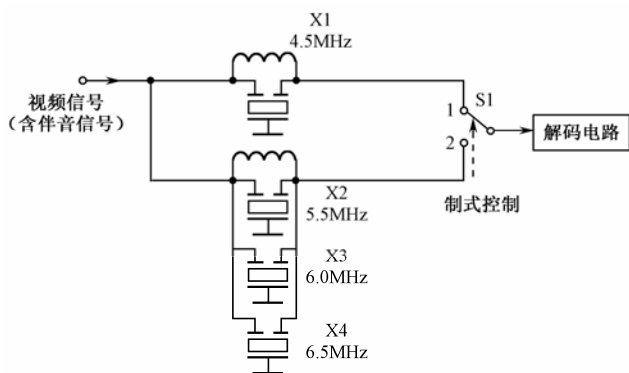

图 8-8 陷波器切换电路一
(1) 将 6.5MHz、5.5MHz、6.0MHz 三种陷波器并联或串联起来, 再与 4.5MHz 的陷波器并联, 形成两条支路, 由制式控制电路通过电子开关进行选择, 电路如图 8-8 所示。之所以将 4.5MHz 的陷波器单独选择, 是因为传输 PAL/SECAM 制信号时, 4.5MHz 的陷波器会影响视频带宽, 降低清晰度。